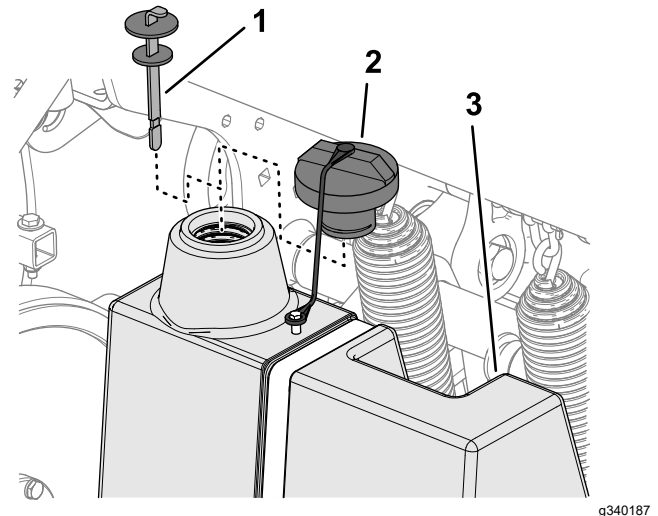

Bild 168
3. Reinigen Sie den Bereich um den Einfüllstutzen und den Deckel des Hydraulikbehälters (Bild 168). Drehen Sie den Deckel vom Einfüllstutzen ab.